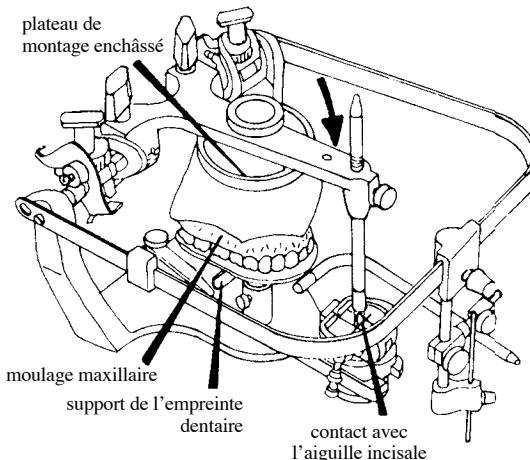

Figure 16
16. Placez et le moulage maxillaire sur l'empreinte occlusive de la fourchette dentaire. Voir figure 16.